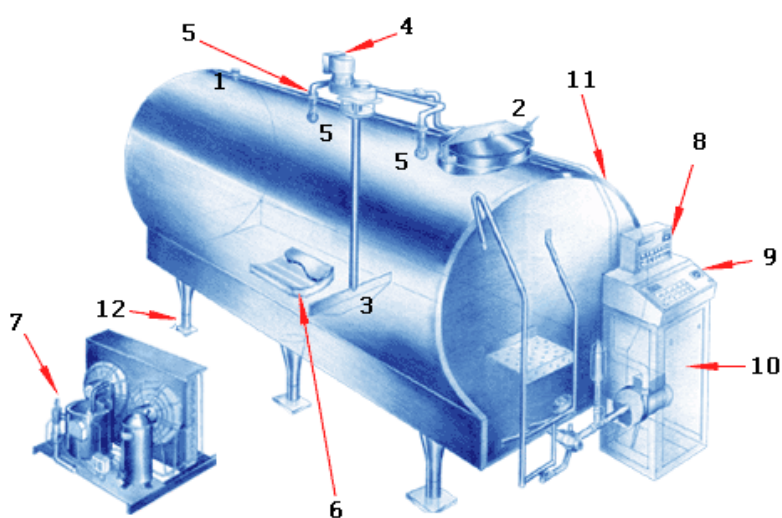

Figura 4. Tanc de răcire prin expansiune directă cu sistem de spălare automat
Principiul de funcționare al tancurilor de răcire prin expansiune directă. Aceste instalații cu sistem de spălare automat (vezi figura 4) au evaporatorul (6) realizat în construcție Rollbond (placă schimbătorului de căldură este sudată în puncte cu fascicul laser de incintă interioară de menținere a laptelui și ulterior expandată sub presiune pentru crearea interstițiilor de curgere a agentului refrigerant), care asigură o suprafață de schimb tip fagure, cu un coeficient de transfer termic foarte